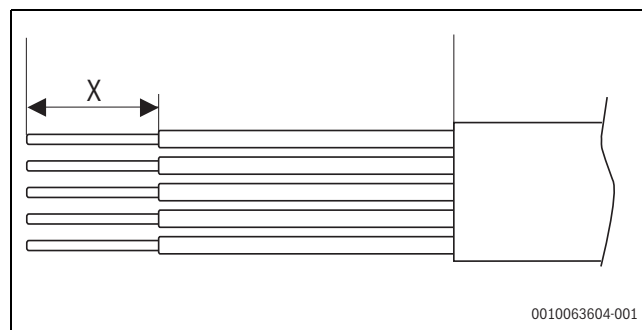

Fig. 43 Longueur de dénudage des fils
- Dénuder les câbles comme indiqué dans → figure 43 et → tableau 6